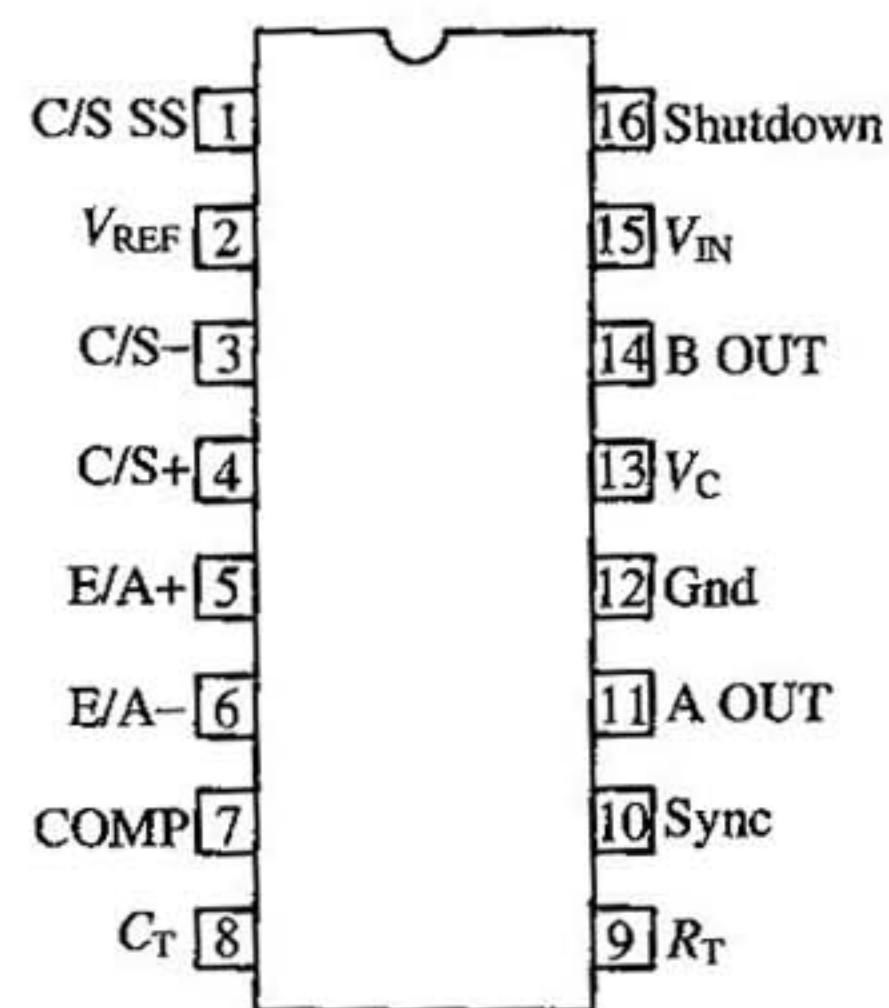

图 1 - 40 UC3846/UC3847
2. 引脚说明 UC3846/47 采用 16 引脚(DIL - 16、SOIC - 16)和 20 引脚(PLCC - 20、LCC - 20)两种封装形式。下面以 DIL - 16 封装为例进行介绍,其引脚排列如图 1 - 40 所示。